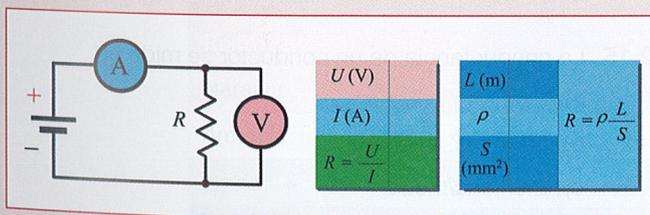

Figura 2.22.
2.2. Relación entre las dimensiones de un conductor y su resistencia. Consigue un trozo de hilo resistivo de resistividad conocida de un metro o más de longitud (nicrón, constantán, etc.). Mide su longitud con una cinta métrica y su diámetro con un calibre o pie de rey. Seguidamente calcula su sección en mm^2 y el valor teórico de su resistencia teniendo en cuenta su resistividad. Una vez hecho esto conecta el trozo de hilo a una fuente de alimentación o a una pila de unos 4 V y mide con un polímetro la tensión aplicada y la intensidad que fluye por él. Con estos datos, y aplicando la ley de Ohm, calcula la resistencia óhmica obtenida de forma experimental y compárala con la obtenida de forma teórica (Figura 2.22).